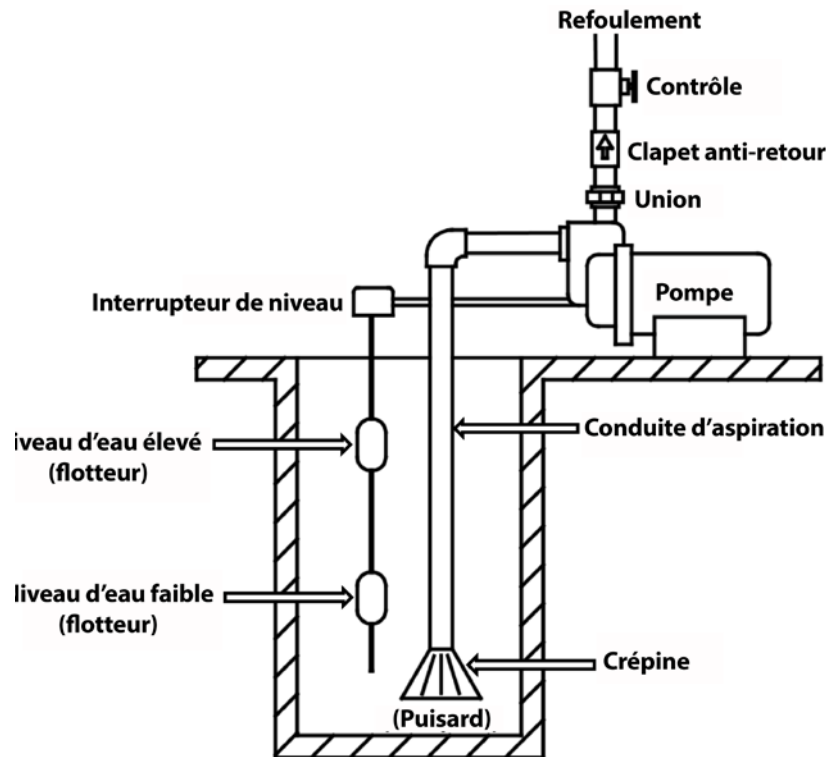
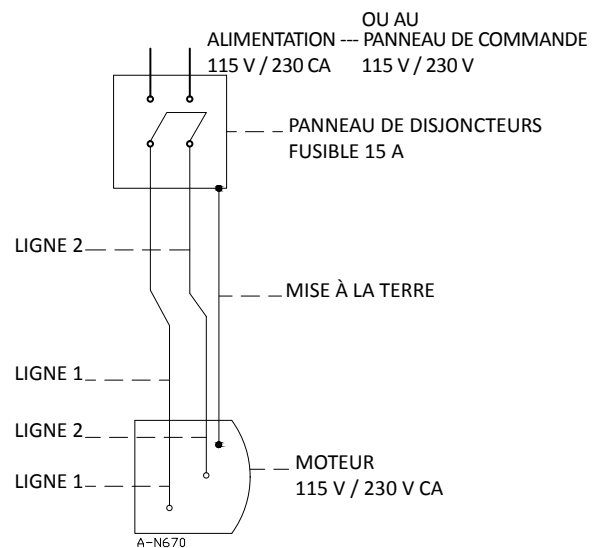

Figure 1
Figure 5
- B) AMORÇAGE SOUS PRESSION (Figure 1) : Pour amorcer sous pression, placez un clapet antiretour sur la conduite de refoulement de la pompe et un robinet de purge ou un purgeur d'air sphérique à la place du bouchon d'amorçage, ou une conduite de purge d'air avec un robinet-vanne connecté à la conduite de refoulement. Le liquide peut ensuite rester dans le tuyau de refoulement, permettant à la pompe d'aspirer par le purgeur d'air, ce qui facilite l'amorçage.
- D) VIDANGE : Si la pompe est soumise au gel, il sera nécessaire de la vidanger complètement. Pour vidanger la pompe, retirez le bouchon de vidange (10) situé en bas de la face avant du boîtier de pompe ainsi que le bouchon d'amorçage (11), et assurez-vous que l'orifice de vidange n'est pas obstrué. Une fois toute l'eau vidangée, actionnez la pompe pendant quelques secondes pour vous assurer que l'impulseur (4) est dépourvu d'eau. Assurez-vous que la conduite d'aspiration est également dépourvue d'eau.
Fixez solidement l'interrupteur sur le tuyau d'aspiration, comme indiqué sur la Fig. 1. Fixez l'assemblage de flotteur et de fils, et ajustez la position des flotteurs. Lorsque l'eau atteint le flotteur supérieur, la pompe s'allume; lorsqu'elle descend jusqu'au flotteur inférieur, la pompe s'éteint. Câblez la pompe et l'interrupteur comme indiqué sur la Fig. 5. Faites appel à un électricien agréé pour effectuer le câblage.